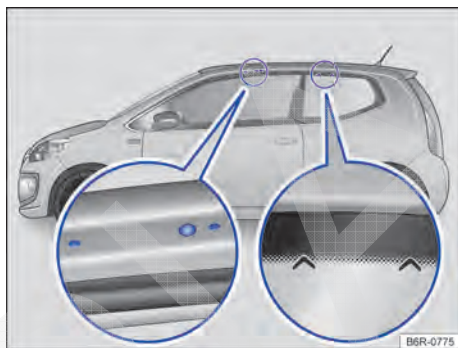
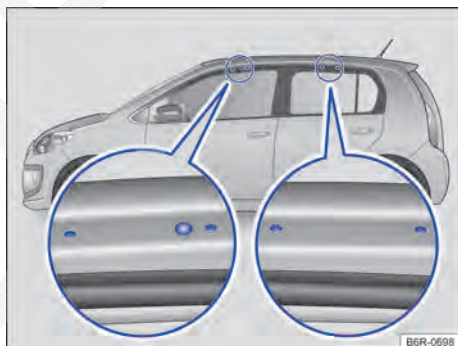

Fig. 68 Pontos de fixação dos suportes de base do bagageiro do teto (ambos os lados) - veículos 2 portas.
Fig. 69 Pontos de fixação dos suportes de base do bagageiro do teto (ambos os lados) - veículos 4 portas.
Os furos ou marcações dos pontos de fixação dos suportes de base dianteiros se encontram no lado inferior das vigas do teto → Fig. 68 (lupa esquerda). Os furos ou marcações somente são visíveis com as portas abertas.
As marcações para fixação dos suportes de base traseiro encontram-se acima do vidro lateral → Fig. 68 (lupa direita).
Os furos ou marcações dos pontos de fixação dos suportes de base dianteiros se encontram no lado inferior das vigas do teto → Fig. 69 (lupa esquerda). Os furos ou marcações para fixação atrás encontram-se no lado inferior das vigas do teto → Fig. 69 (lupa direita).
- Fixar os suportes de base somente nas marcações indicadas na figura → Fig. 68 ou → Fig. 69.